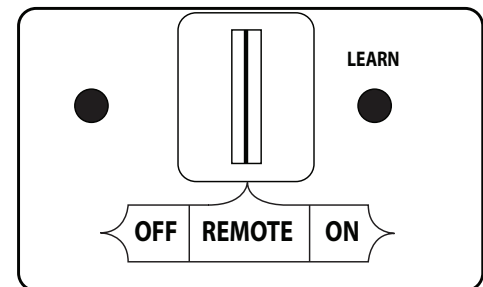
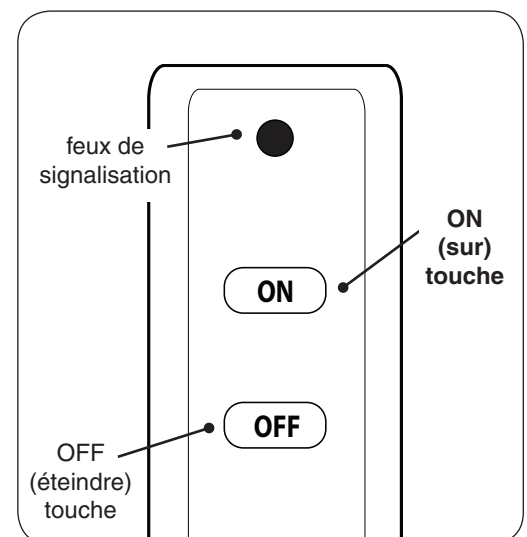

Fig. 28-1 Détail récepteur de télécommande (REMOTE)
Fig. 28-2 Détail télécommande
1. Repérez l'interrupteur à 3 positions sur le récepteur de télécommande (voir Fig. 28-1), Et faites glisser le commutateur sur la position **REMOTE** (éloigné).
**Note:** Pour Boîte de commutateur modèles, veiller à ce que l'interrupteur ON/OFF (sur/éteindre) à l'avant de la boîte de commutation est en position **OFF (O)** (éteindre).
2. Localiser la télécommande et appuyez sur la touche **ON** (sur). Voir Fig. 28-2. La séquence d'allumage commence.